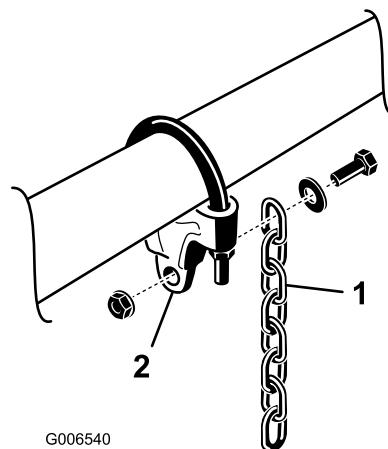

図 12
- 各チェーンブラケットに、昇降チェーンを取り付ける。各ブラケットにネジ、ワッシャ、ナット7各個を使用し、図 12 のように取り付ける。